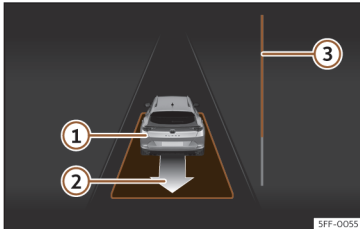

Fig. 194 Pe afișajul panoului de instrumente: ieșirea dintr-un loc de parcare laterală.
- Mergeți în marșarier până când se activează semnalul continuu ParkPilot; **SAU**:: mergeți în marșarier până când pe afișajul panoului de instrumente apare indicația de deplasare înainte. Bara de progres >>> **fig. 194** ③ indică distanța care trebuie parcursă >>> pagina 292.